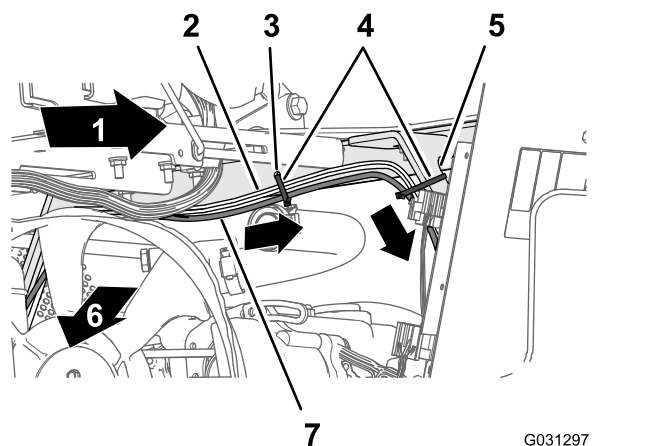
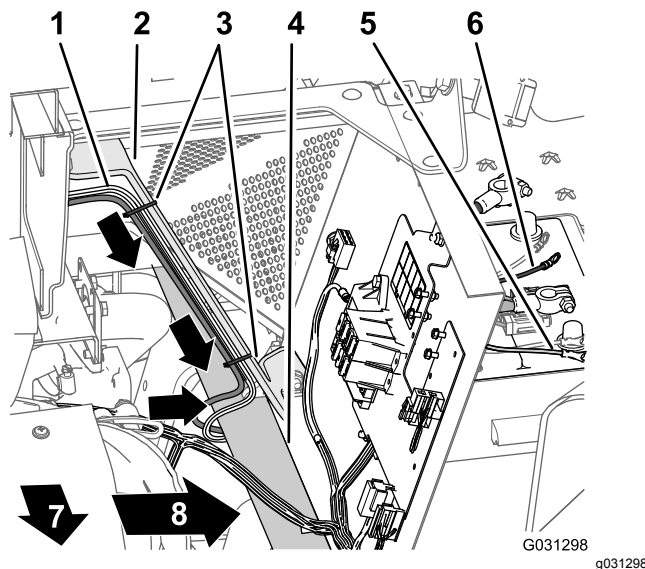

Figura 171
Figura 172
4. Sujete el arnés al orificio del ángulo de la caja del asiento y al soporte de la cubierta del motor con 3 bridas (Figura 171 y Figura 172).
3. Enrute la rama de 220 cm del arnés eléctrico del sistema de navegación abajo, por el soporte izquierdo de la cubierta del motor y por debajo del larguero izquierdo del bastidor (Figura 171).
- Enrute el fusible de 10 A y los terminales de anillo positivo y negativo de la rama de 220 cm del arnés eléctrico del sistema de navegación a la parte superior de la batería (Figura 172).